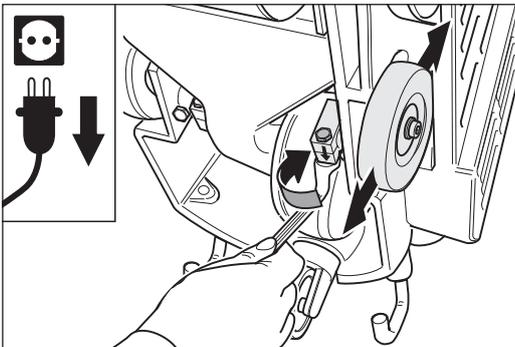

Abb. 66 Die Schraube an der rechten Radklemmung (von unten betrachtet) lösen.
- 7** Lösen Sie die Klemmschraube an der Radklemmung des einstellbaren Rads (Abb. 66) und legen Sie die Einstellvorrichtung nochmals an das Maschinengehäuse an.